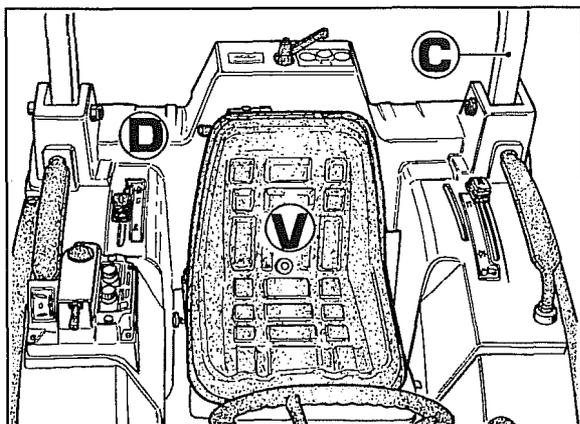

Fig. 7
2. Quitar el asiento **V** fig. 7.
3. Quitar el roll-bar **C** y la carrocería de fibra de vidrio **D** fig. 7 luego de haber quitado las diversas empuñaduras, manijas y el soporte mandos elevador..